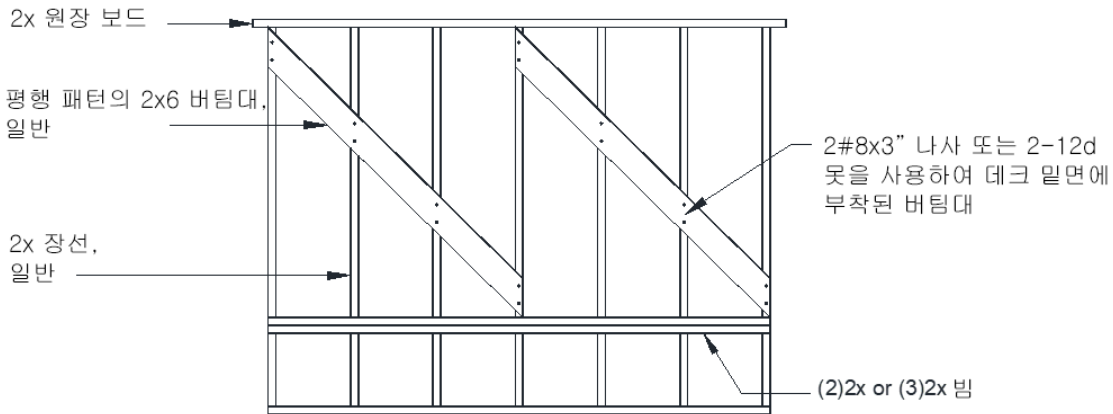
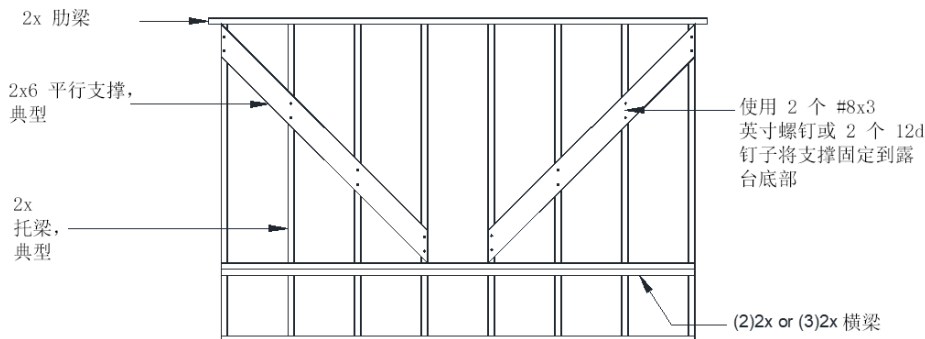

图 2: 平行模式中的水平支撑
图 3: 人字形模式中的水平支撑
- 按照图 2 以平行模式放置或按照图 3 以人字形模式放置支撑板。
- 按照图 3，支撑板不应固定到在人字形的点上相同的托梁。